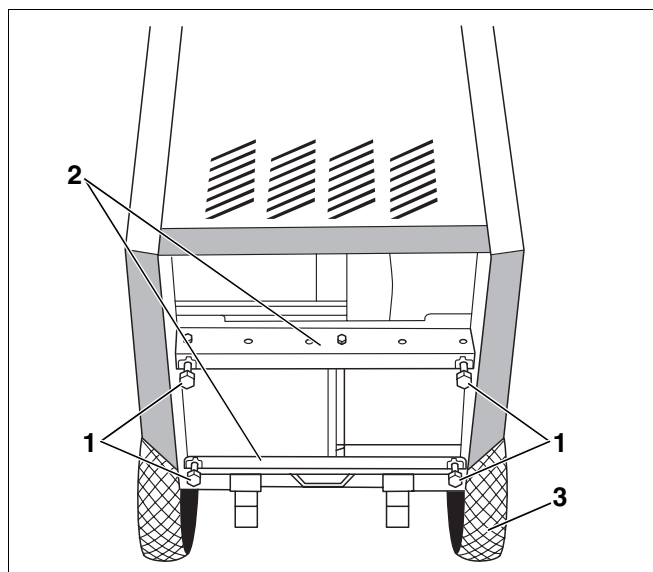

Fig. 6 Montați șuruburile cu ajutorul căruciorului de transport cazan
Cu ajutorul acestor șuruburi (Fig. 6, **Poz. 1**) puteți compensa eventualele denivelări ale fundamentului, astfel încât cazanul să fie poziționat orizontal.
- Împingeți cazanul de încălzire, împreună cu (Fig. 6, **Poz. 3**) căruciorul ușor în spate (Fig. 6).
- Introduceți șuruburile ca (Fig. 6, **Poz. 1**) 5 – 10 mm în orificiul șinelor profil (Fig. 6, **Poz. 2**).